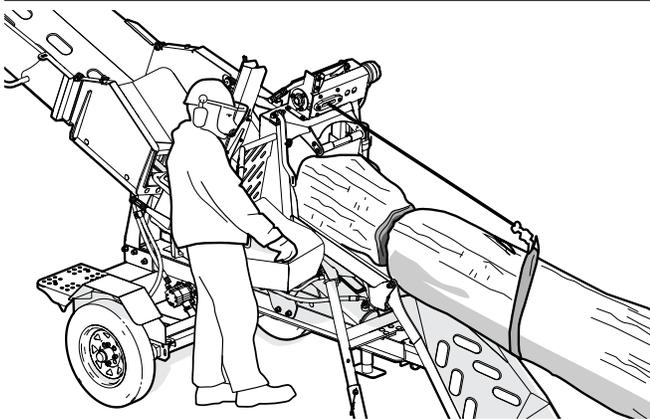

Fig. 41 – Utilisez la bûche suivante pour pousser la bûche actuelle.
7. Fixez le crochet sur la sangle du treuil. Consultez Fig. 41.